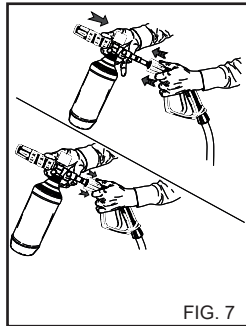

FIG. 7
2) Avlägsna förlängningen från handtaget och sätt i munstyckssatsen (fig. 7). Sätt på rengöringsmaskinen och täck ytan som ska tvättas nerifrån och upp.